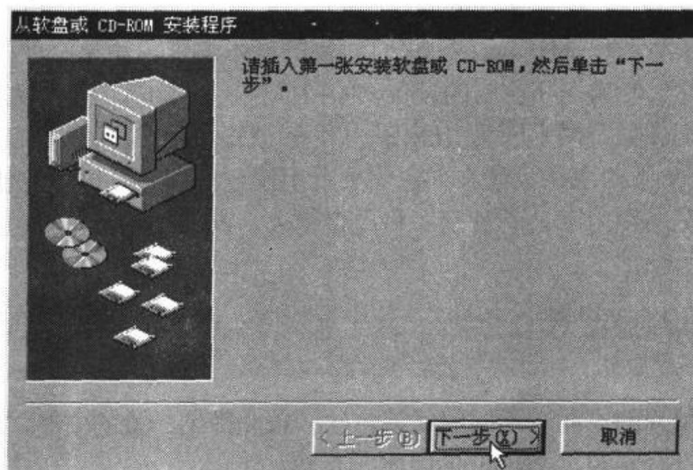

图 2-4 【添加/删除程序】对话框
3.单击其中的【安装】按钮，打开一个如图 2-4 所示的对话框。